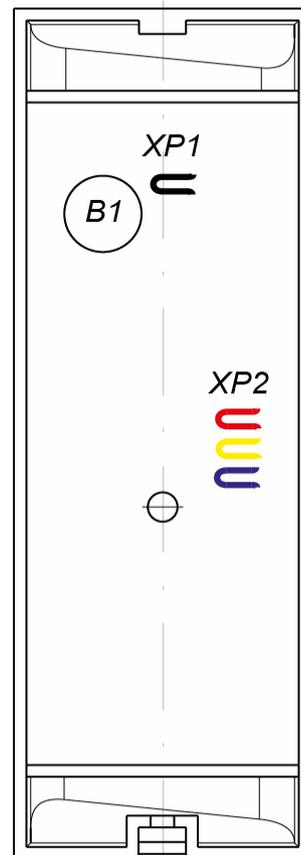

Рисунок 2. Расположение перемычек «номер считывателя» (XP2), перемычки «отключение концевого резистора» (XP1) и пьезоэлемента (B1)
Защита электроники от негативных воздействий окружающей среды обеспечивается за счет заливки его платы компаундом. Кабель для подключения считывателя выведен с его тыльной стороны. Кроме того, на тыльной стороне считывателя расположены четыре переключки проводом (см. рис. 2):
4. При помощи трех перемычек **XP2** (см. рис. 2) установите номер считывателя, для чего в соответствии с табл. 2 необходимые перемычки перекусите кусачками. Разрезанные перемычки не должны контактировать с другими перемычками и с металлическим основанием.
5. С целью предотвращения искажений сигнала на концах линии связи **RS-485** должны быть установлены концевые резисторы. В считывателе **PERCo-MR07.1** такой резистор предусмотрен конструктивно. Если устанавливаемый считыватель не является конечным устройством на линии связи, то на нем необходимо отключить концевой резистор, для чего перекусите перемычку **XP1** (см. рис. 2). Проверьте наличие концевых резисторов на реальных концах линии связи интерфейса **RS-485**.